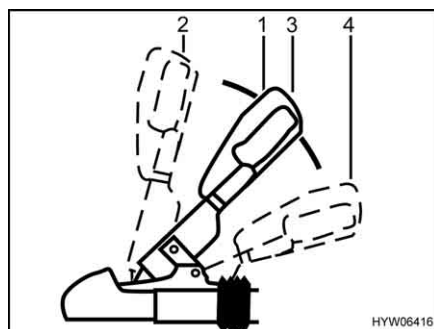

Fig. 5 Accouplement de sécurité WS 3000 D
- Tirer la poignée d'attelage (Fig. 5,1) vers le haut en position "ouvert" (Fig. 5,2). L'accouplement de sécurité est ouvert.
- Poser l'accouplement de sécurité ouvert sur la rotule d'attelage du véhicule tracteur et lâcher la poignée d'attelage. La poignée glisse d'elle-même en position initiale (Fig. 5,3).
- Activer l'installation du dispositif de stabilisation. Appuyer la poignée d'attelage en position fermée (Fig. 5,3) jusqu'à la butée vers le bas (Fig. 5,4).
Pour éteindre le dispositif de stabilisation, p. ex. pour manœuvrer, tirer lentement la poignée d'attelage (Fig. 5,1) vers le haut jusqu'à la position fermée (Fig. 5,3).